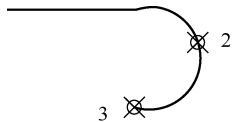

图 5-49 定第 2 点和圆弧端点
⑧ “第二个点(S)”选项：指定圆弧上的第 2 点。如图 5-49 所示，指定第 2 点后，再指定圆弧端点，绘制弧线段。
⑨ “放弃(U)”选项：放弃一次操作。